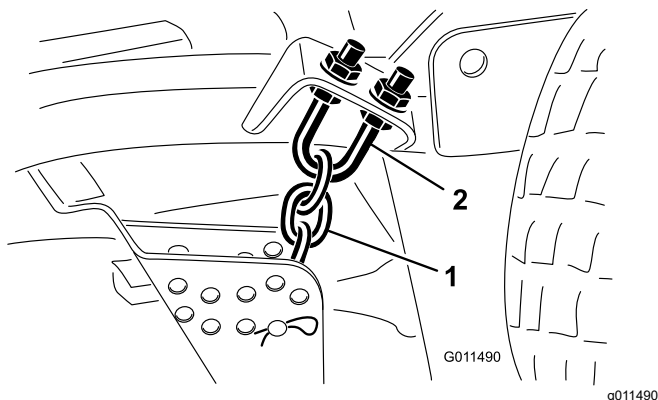

Рисунок 83
1. Ослабьте верхние или нижние контргайки на U-образном болте цепи регулировки высоты скашивания (Рисунок 83).